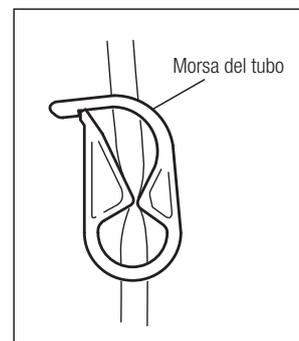

Fig. 9
- 1) Chiudere la morsa del tubo situata tra l'ago d'irrigazione e la pompa d'irrigazione. (Fig. 9)